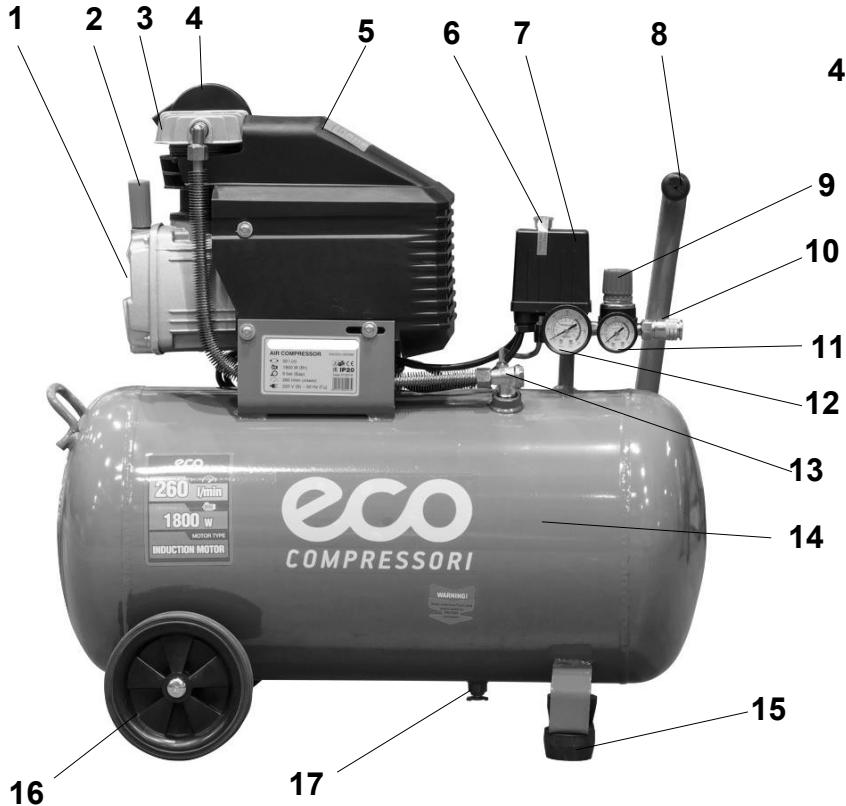
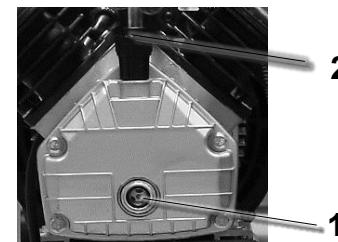

Рис. 1
Рис. 3
- Установите пробку со встроенным сапуном 2 (рис.1 и 2) маслозаливной горловины.
- Проверьте уровень масла. Он должен быть на уровне верхней кромки "красной точки" контрольного глазка 18 (рис.3) или чуть выше его. При необходимости долейте масла, сняв пробку 2 (рис.1 и 2) маслозаливной горловины на крышке картера. Помните, что после первых 30 часов работы следует полностью заменить масло одним из типов, в указанных в таблице (п.5.4).
Убедитесь, что на компрессоре установлено защитное ограждение и выключатель 6 на Прессостате 7 находится в выключенном положении (см. рис.1).
После завершения вышеперечисленных операций компрессор готов к эксплуатации. Проверьте, чтобы переключатель 6 на прессостате 7 (рис.1) находился в положении «OFF».
При первом запуске компрессора, оставьте его поработать на время приблизительно 5 минут с полностью открытыми кранами выпуска воздуха. По истечении этого времени, закройте кран и проверьте, чтобы компрессор нагнетал воздух в ресивер 14 (рис.1) и останавливался автоматически по достижении максимального давления, указанного на компрессоре, а также на индикаторе манометра.
ВНИМАНИЕ! Реле давления (прессостат) 7 (рис.1) отрегулировано изготовителем, и не должно подвергаться регулировкам со стороны пользователя.
При помощи регулятора давления 9 (рис.1 и 4), установите требуемое значение: при повороте ручки по часовой стрелке давление увеличивается, при повороте против часовой стрелки — уменьшается.
Значение давления выводится на манометр 11 (рис.1 и 4).
Отсоедините пробку маслозаливной горловины 2 (рис. 1 и 2) и, воспользовавшись специальным приспособлением (шприц маслозаливной), откачивайте масло.
Установите пробку маслозаливной горловины 2 (рис.1 и 2) на прежнее место.